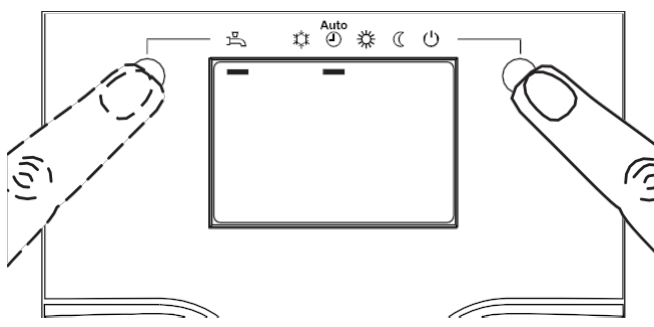

fig. 4 - Seleção do modo de aquecimento AUTO e Seleção do modo AQS
- Selecionar o modo de aquecimento "AUTO" (fig. 4).
- Selecionar o modo DHW (fig. 4).